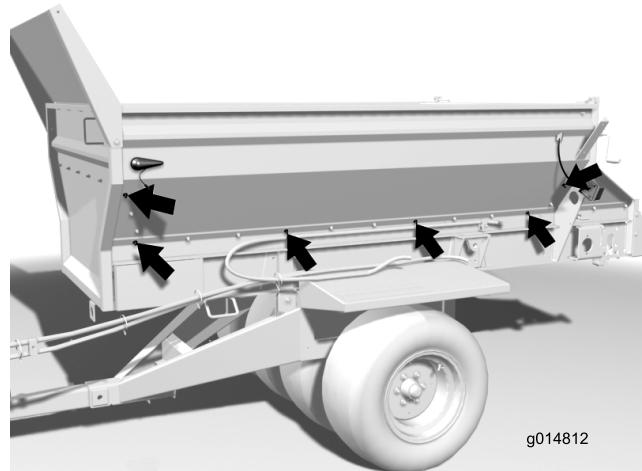

Bild 6
1. Anordnung des Hecklichts (2)
8. Entfernen Sie die (6) Muttern von jeder Seite des Trichterwagens ersichtlich in Bild 6.